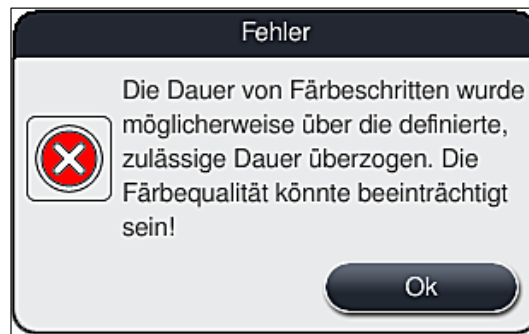

Abb. 109
1. Nach dem Bestätigen dieser Meldung wird dem Benutzer mitgeteilt, dass Färbezeiten eventuell überschritten wurden, d. h. einzelne Objektträgerhalter befinden sich unter Umständen bereits zu lange in einem Reagenz oder in einer kritischen Station, was die Färbequalität beeinträchtigen könnte. Die Meldung (→ "Abb. 109") durch Drücken der Taste **OK** bestätigen, um fortzufahren.